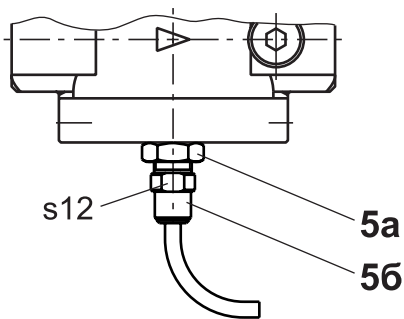

Рис. 7
- отверните контргайку 5а на корпусе 5б датчика положения (см. рис. 7);